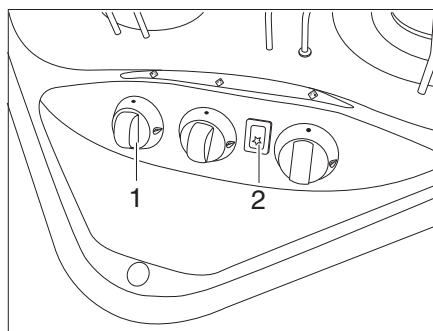
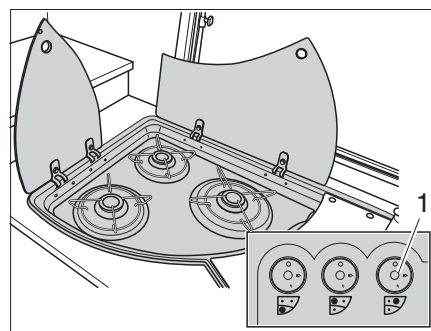

Bild 126 Reglage, knappar för gasspis
Bild 127 Alternativ: Reglage, knappar för gasspis
- Vrid vridregulatorn (Bild 126,1 eller Bild 127,1) till önskad låga till tändningsläge (stor låga).
- Om en tändknapp (Bild 126,2) finns tillgänglig: Skapa en gnista genom att trycka på tändknappen.